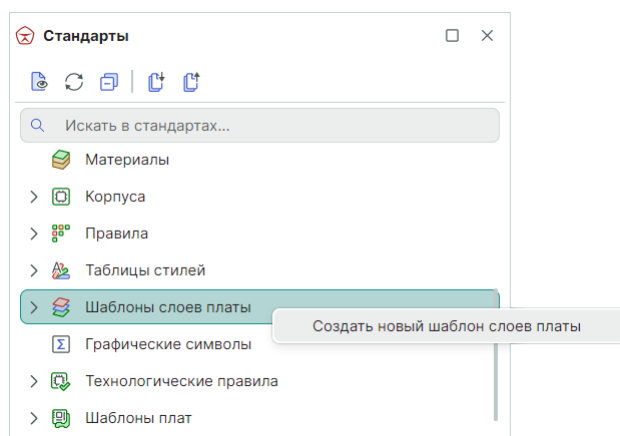

Рис. 136 Создание шаблона слоев платы
2. Вызовите контекстное меню для узла «Шаблоны слоев платы» и выберите пункт «Создать новый шаблон слоев платы», см. Рис. 136.